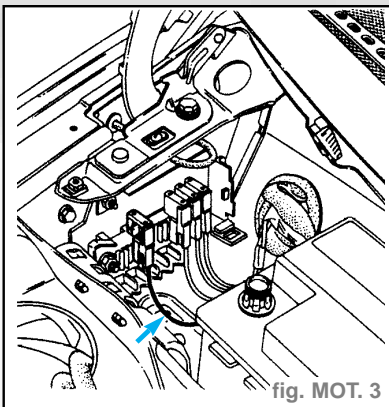

fig. MOT. 3
- le fil d'alimentation injection situé dans la boîte à eau (fig. MOT. 3),